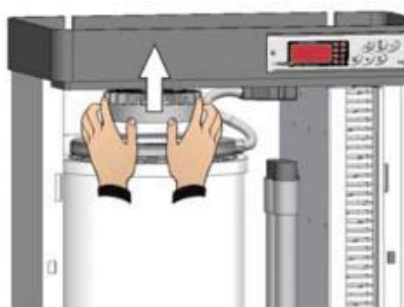

Рис. 31
4. Поднимите верхний фланец пара, отсоединив его от цилиндра (рис. 31).